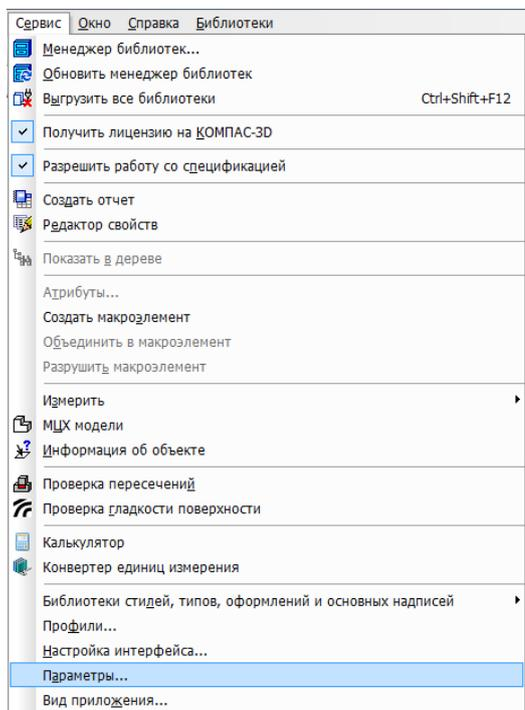
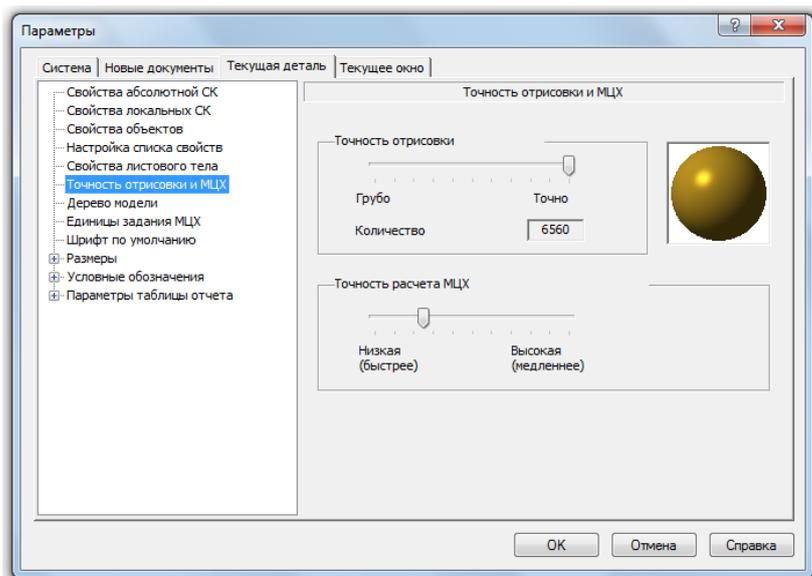

Рис. 3
Рис. 4
- на строке Меню выберите Сервис – Параметры (рис. 3), после щелчка ЛКМ раскроется диалоговое окно, укажите Текущая деталь – Точность отрисовки и МЦХ (массо-центровочная характеристика). В справочном поле диалога будет показан условный коэффициент точности отображения – количество треугольников, а в окне просмотра – изображение поверхности сферы при выбранной степени точности. «Бегунок», удерживая ЛКМ, переведите в положение Точно. Настроив точность отрисовки и расчетов, нажмите кнопку ОК диалога (рис. 4). Чем выше точность, тем более «гладким» выглядит изображение;